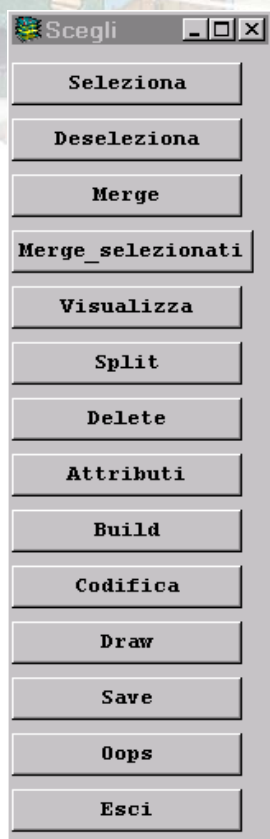

Figura 6: menù "Scegli"
Dopo aver lanciato la procedura di Reshape con gli argomenti necessari, dal menù "Reshape menu" (figura 2) fare click sul bottone "Accorpa poligoni" per accedere al menù "Scegli" (figura 6) e visualizzare in maniera opportuna le coverage:
- Fare click sul bottone "Merge" nel menù "Scegli" (figura 6)